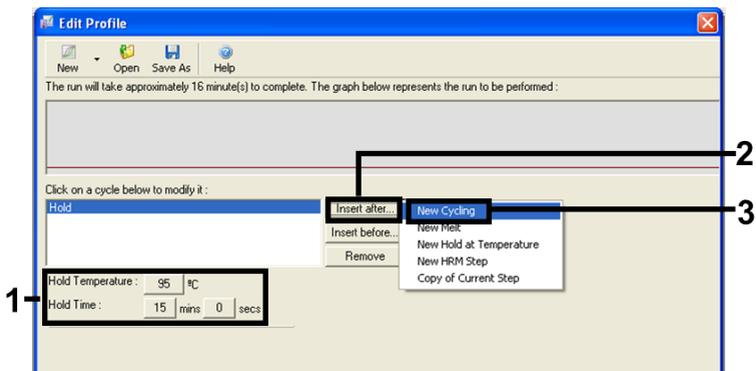

Abbildung 5. Erster Inkubationsschritt bei 95 °C.
7. Stellen Sie die Werte im Feld Hold Temperature (Haltetemperatur) auf 95 °C und den Wert unter Hold Time (Haltedauer) auf 15 mins 0 secs (15 Min. 0 Sek.) ein. Klicken Sie auf Insert after (Einfügen nach) und wählen Sie dann New Cycling (Neuer Zyklus) (Abbildung 5).